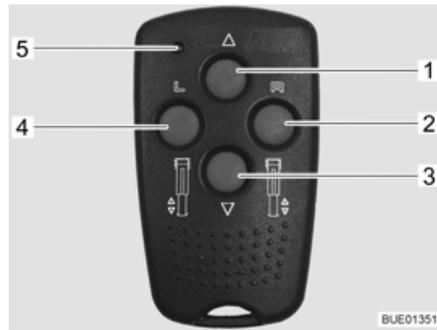

Bild 49 Fernbedienung für elektrische Hubstützen
- Vorwahl: Hubstütze links (Bild 49,4)
- Vorwahl: Hubstütze rechts (Bild 49,2)
- Hubstütze einfahren (Bild 49,1)
- Hubstütze ausfahren (Bild 49,3)
- Kontroll-LED (Bild 49,5)
Bei jeder Tastenbetätigung blinkt die Kontroll-LED (Bild 49,5).
- Vorwahl-Taste für die Hubstützenseite (Bild 49,2 oder 4) ca. 1 Sekunde lang drücken.
- Innerhalb von 2 Sekunden die Taste "Hubstütze ausfahren" (Bild 49,3) drücken und so lange halten, bis der Stützfuß (Bild 51,4) auf dem Boden aufliegt.
- Innerhalb von 2 Sekunden die Taste "Hubstütze einfahren" (Bild 49,1) drücken und so lange halten, bis der Stützfuß (Bild 51,4) komplett einfahren ist. Wenn die Hubstütze komplett eingefahren ist, ertönt ein Kontrollsignal.